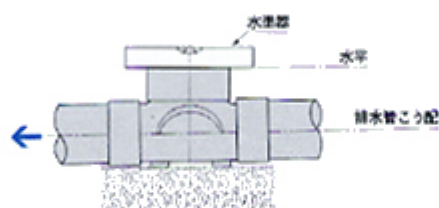

図12-1 水平の確認
② 据付け
- インポート部の上面を水平にしたとき、流入側、流出側が規定の勾配になるように設計されていますので(兼用タイプは除く)、必ず上面を水平に据付けます。(図12-1)